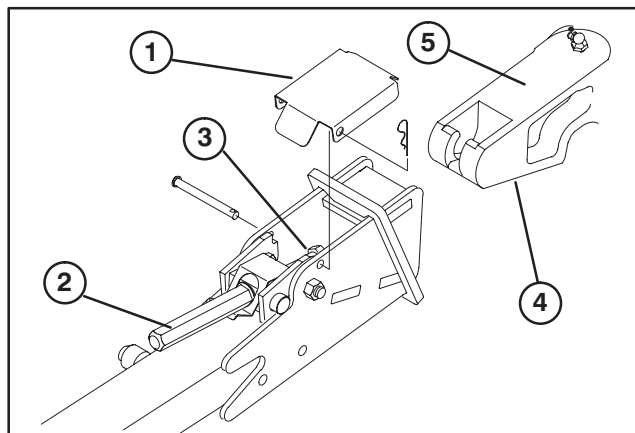

fig. 21
3. Justera lyftarmarnas höjd och se till att den bearbetade ytan ovanpå traktorenhetens lyftarm är parallell med marken (fig. 21). (Höj eller sänk lyftarmens gjutning genom att från bakom framdäcken skjuta uppåt eller nedåt eller använda en skiftnyckel i traktorns främre del.)